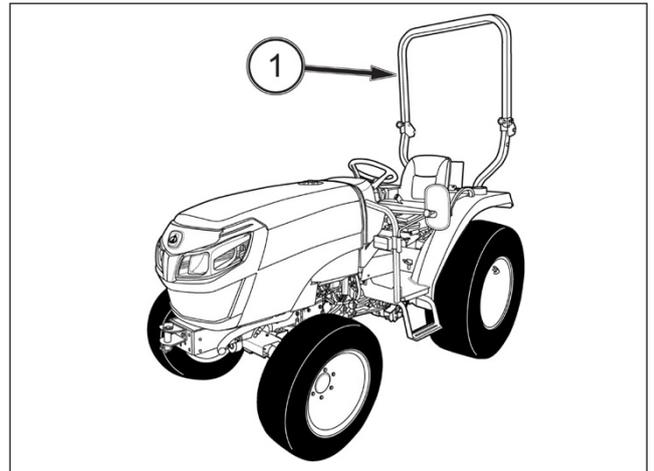

FIG. 74
FIG. 74: Este tractor de tipo arco de seguridad está equipado de un arco de seguridad (ROPS) (1). Los cinturones de seguridad deben abrocharse cuando el arco de seguridad está en posición levantada.